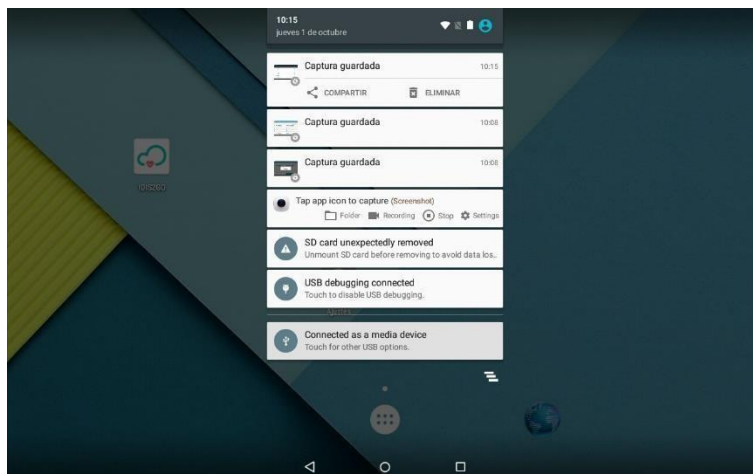

Figura 2.2
1. Asegúrese de que su monitor fisiológico de tableta / paciente tenga una conexión a Internet (revise la Figura 2.2). De lo contrario, debe conectarse a Internet.